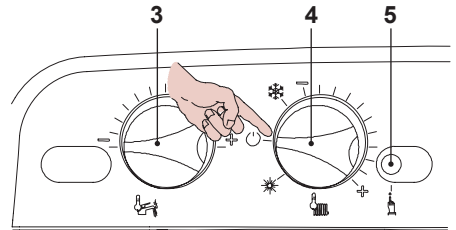

Fig. 5.42
- Per uscire dalla programmazione posizionare il selettore di funzione / manopola regolazione temperatura riscaldamento 4 come indicato in Fig. 5.42.